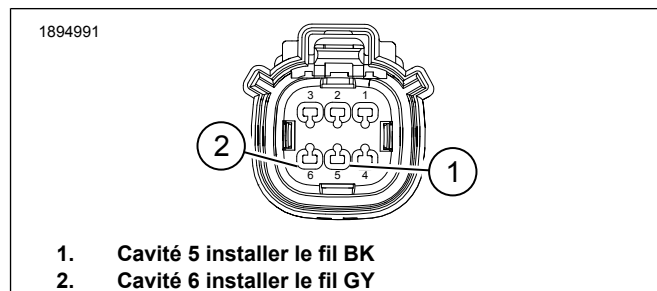

Figure 8. Connecteur à 6 voies de la sacoche droite [289B]
9. Voir la Figure 8. Acheminer la branche restante du faisceau extérieur de la sacoche gauche le long du faisceau de l'ampli de la sacoche droite et la fixer avec des serre-câbles.
- b. Insérer la borne du fil BK dans la cavité 5 (1).
- c. Insérer la borne du fil GY dans la cavité 6 (2).